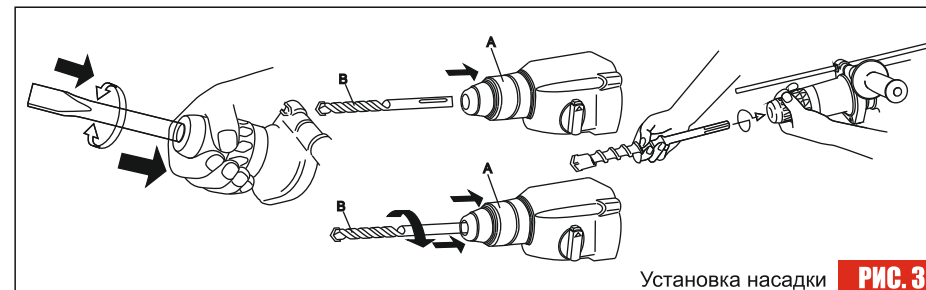

РИС. 3
9.6. Установка и замена SDS-насадок (Рис. 3,4)